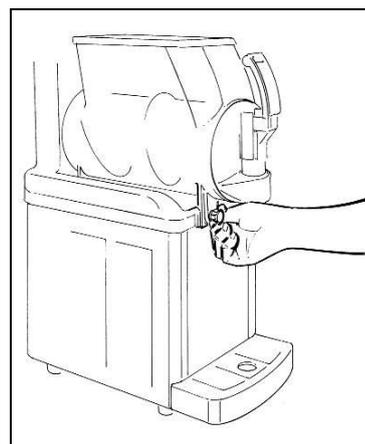

Fig. 16
- **F**issare la vasca avvitando entrambi i pomelli fino al fondo della loro corsa (fig.16).